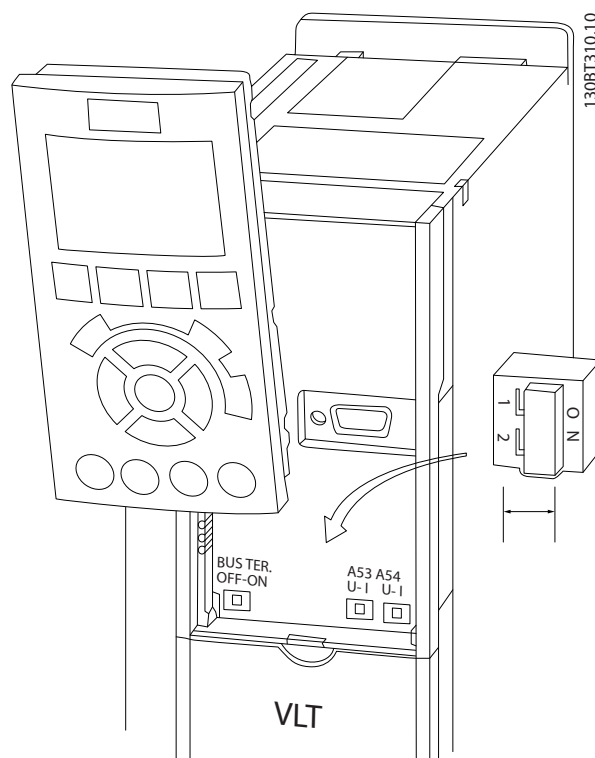

Abbildung 2.31 Lage der Klemmschalter 53 und 54 und Busabschlusschalter
- Sie erreichen die Schalter, indem Sie das LCP abnehmen (siehe *Abbildung 2.31*).